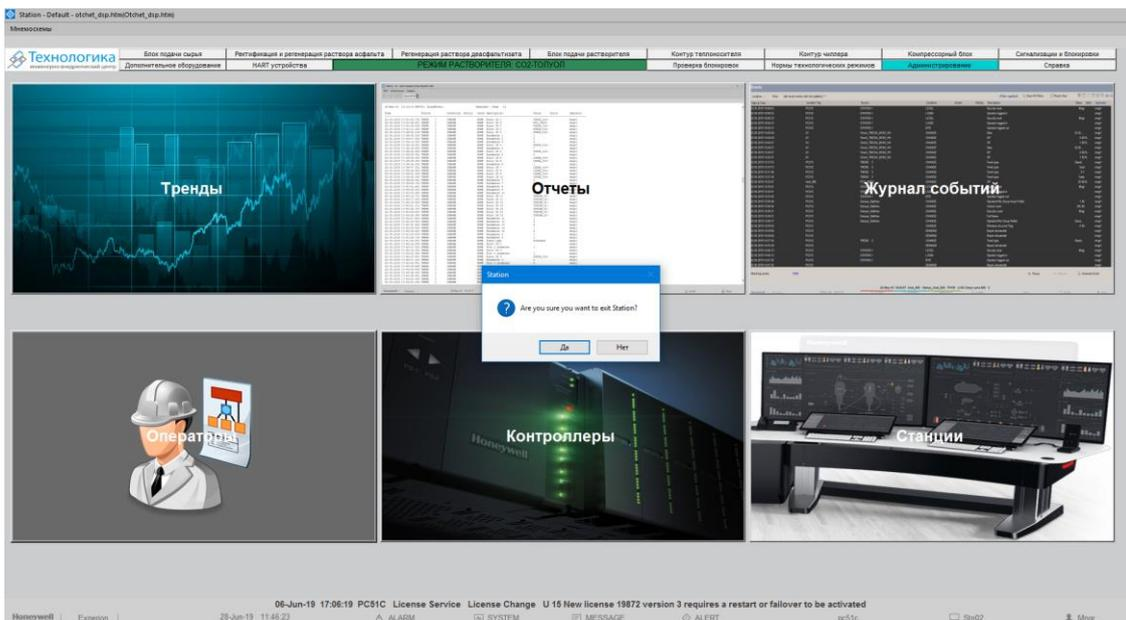

Рисунок 13 – Завершение работы станции
2. Подтвердить завершение работы станции нажатием «Да» (Рис.13);